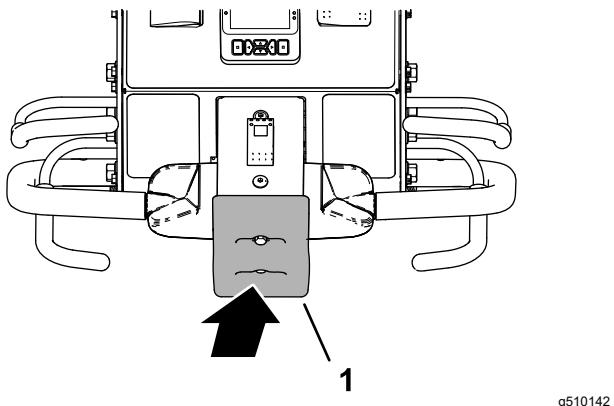

Figura 78
**Importante:** Per arrestare immediatamente la macchina premete l'interruttore di arresto per presenza di dossi (Figura 78).